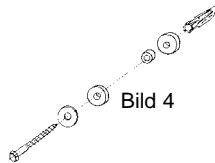

Bild 4
3. Unteren "Vibrastop" im Dübel lose befestigen, siehe Bild 4...5.